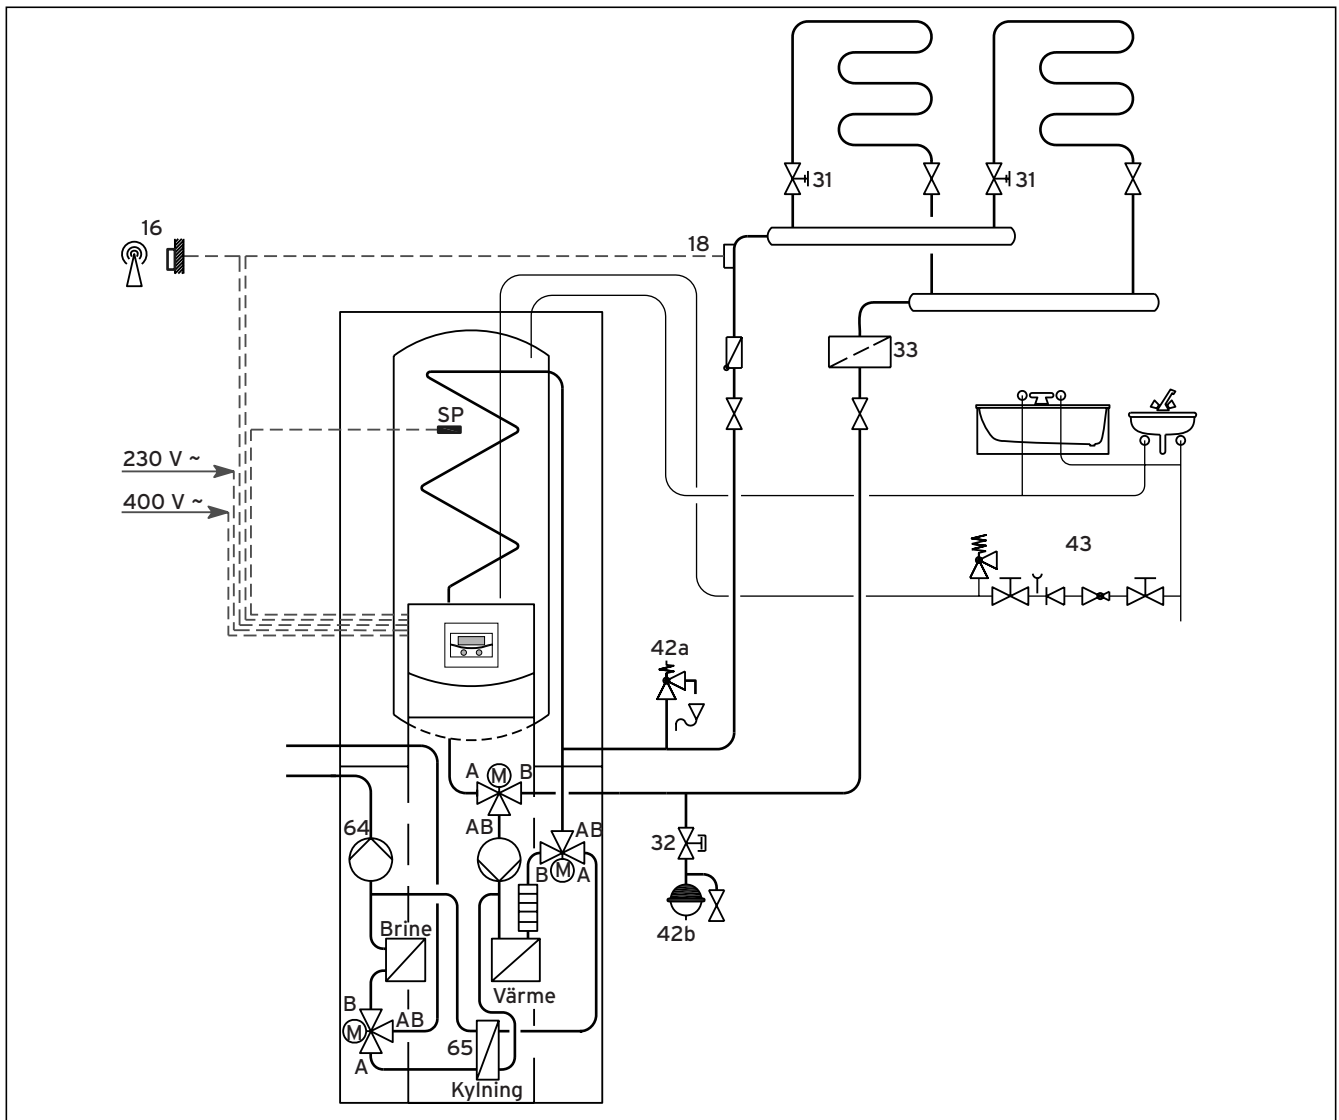

Bild 6.9 Hydraulicschema 6
Teckenförklaring till bild 6.9
- Skjut in de två sidoplåtarna (bild 6.9, pos. 1 och 2) i ramen nedtill på värmepumpen, skjut plåtarna bakåt och skruva fast dem framifrån med fyra fästskruvar (vardera).